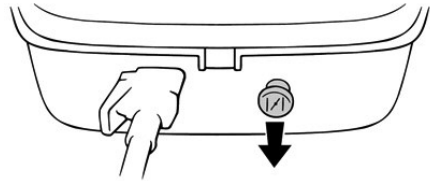

Рис. 29 Рычаг управления воздушной заслонкой
2. Если двигатель лодочного мотора холодный, перед запуском вытяните рычаг управления воздушной заслонкой (закрытое положение) (Рис. 29). После запуска двигателя полностью задвиньте рычаг.